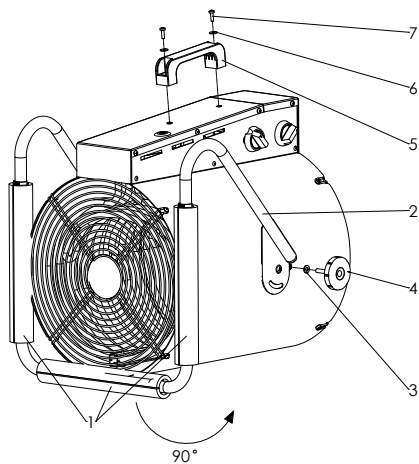

Рис. 1. Подготовка к работе
Для приведение в рабочее положение прибора необходимо снять с опоры изоляционный упаковочный материал (1), повернуть опору на 90° , как указано на рис. 1. На барашковый винт (4) надеть шайбу М6 (3) и закрутить через отверстие опоры в корпус. Прикрепить ручку для переноса (5) к блоку управления при помощи винта М4х14 (7) через шайбу М4 (6).
Несущая конструкция тепловентилятора (см. рис. 1) состоит из кожухов наружного (1) и внутреннего, изготовленных из листовой стали и имеющих цилиндрическую форму. Во внутреннем кожухе размещены вентилятор и трубчатые электронагревательные элементы. Сверху кожуха расположен корпус блока управления (2). Кожух наружный, закрыт воздухозаборной (3) и воздуховыпускной (4) решетками, винтами устанавливаются на подставку (5) и имеет возможность поворота в вертикальной плоскости. Угол поворота фиксируется ба-